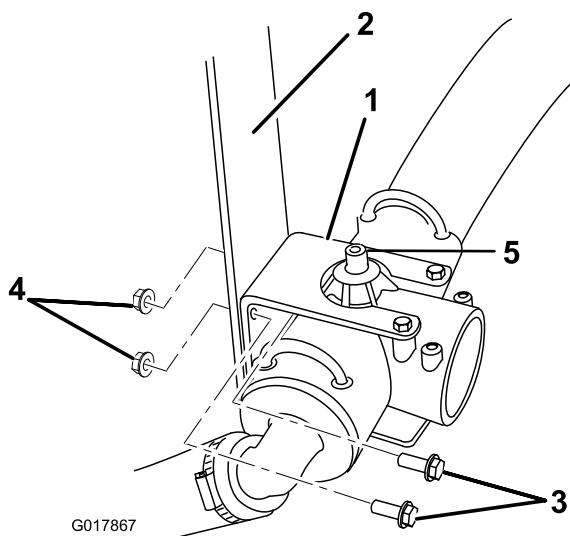

図 8
2. マルチプロ 1200 のみ：送液 T 字フィッティング上部の緑色のチューブフィッティングから赤い水圧計用チューブを外す（図 8）。
3. 送液 T 字フィッティングの取り付けブラケットを車体に固定しているボルト（2本）とナット（2個）を外す（図 8）。ボルトナットは後で使用する。